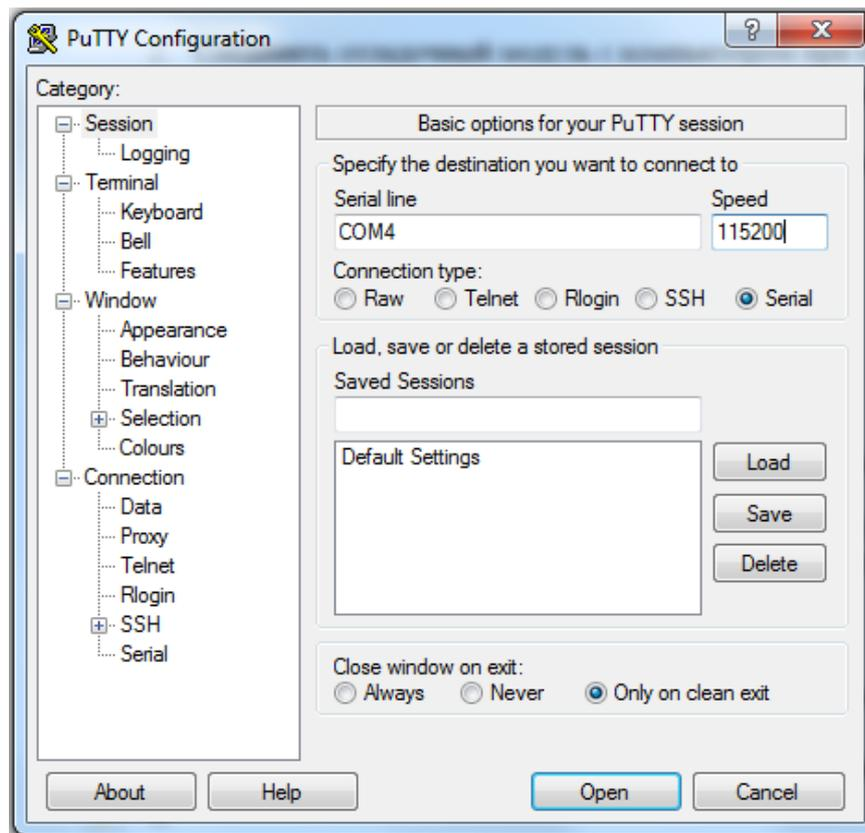

Рисунок 4.5. Задание параметров на примере сеанса в PuTTY
5. Запустить терминал и установить следующие настройки (см. Рисунок 4.5):